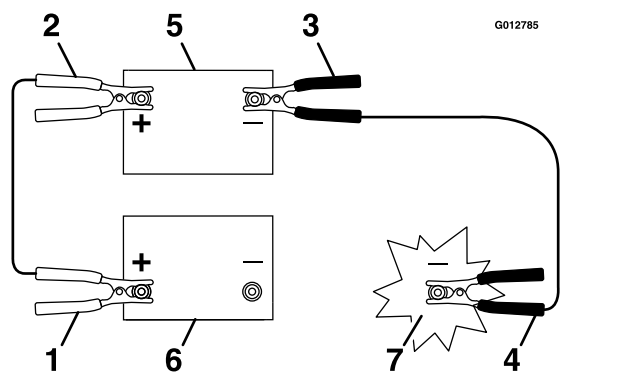

Bild 49
3. Schließen Sie das Pluskabel (+) an den Pluspol (+) der entladenen Batterie an, der am Anlasser oder an der Stromspule angeschlossen ist, wie in Bild 49 dargestellt.